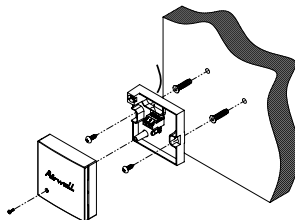

Figura 1
1. Fissare il termostato sulla parete secondo le preferenze di ubicazioni sopraindicate. Vedi Figura 1.